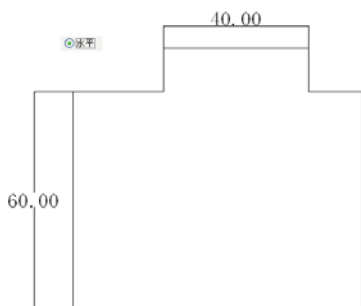

图 9.39 将标注文字水平放置
- **【水平】** 单选按钮：是否标注文字水平放置，如图 9.39 所示。